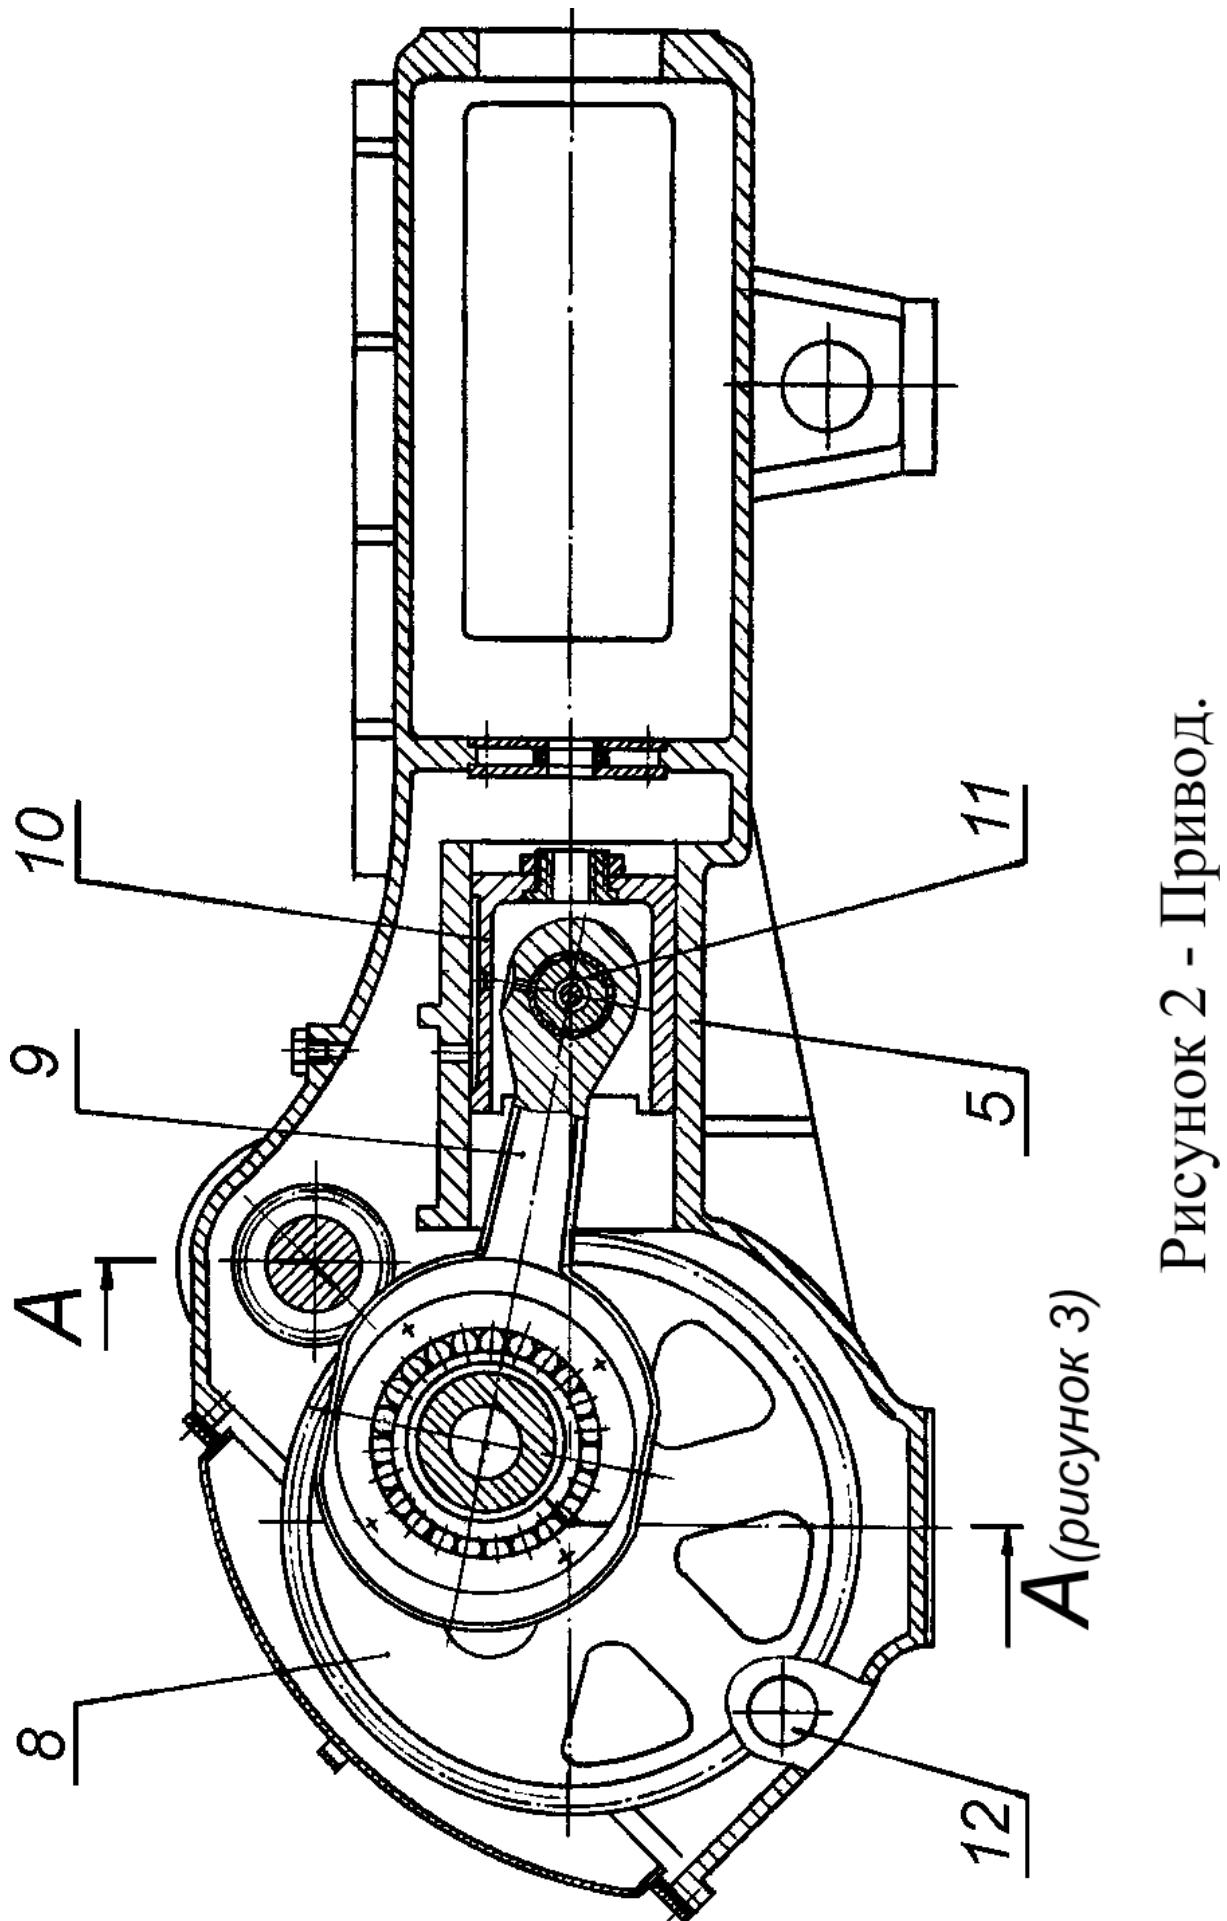

Рисунок 2 - Привод.
В привод насоса входят (рисунок 2, 3): станина 5, ведущий вал 6, ведущая шестерня 7, ведомый вал-шестерня 8 (коленчатый вал), два шатуна 9, два ползуна 10, два кольца 11, горловина 12.
*A-A* (рисунок 2)